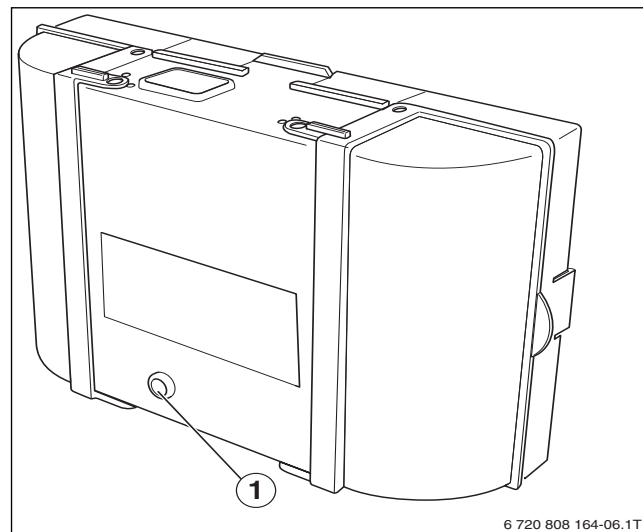

Bild 39 Störungen am Feuerungsautomaten zurücksetzen
- Entstör-Taste am Feuerungsautomaten drücken (→ Bild 39).